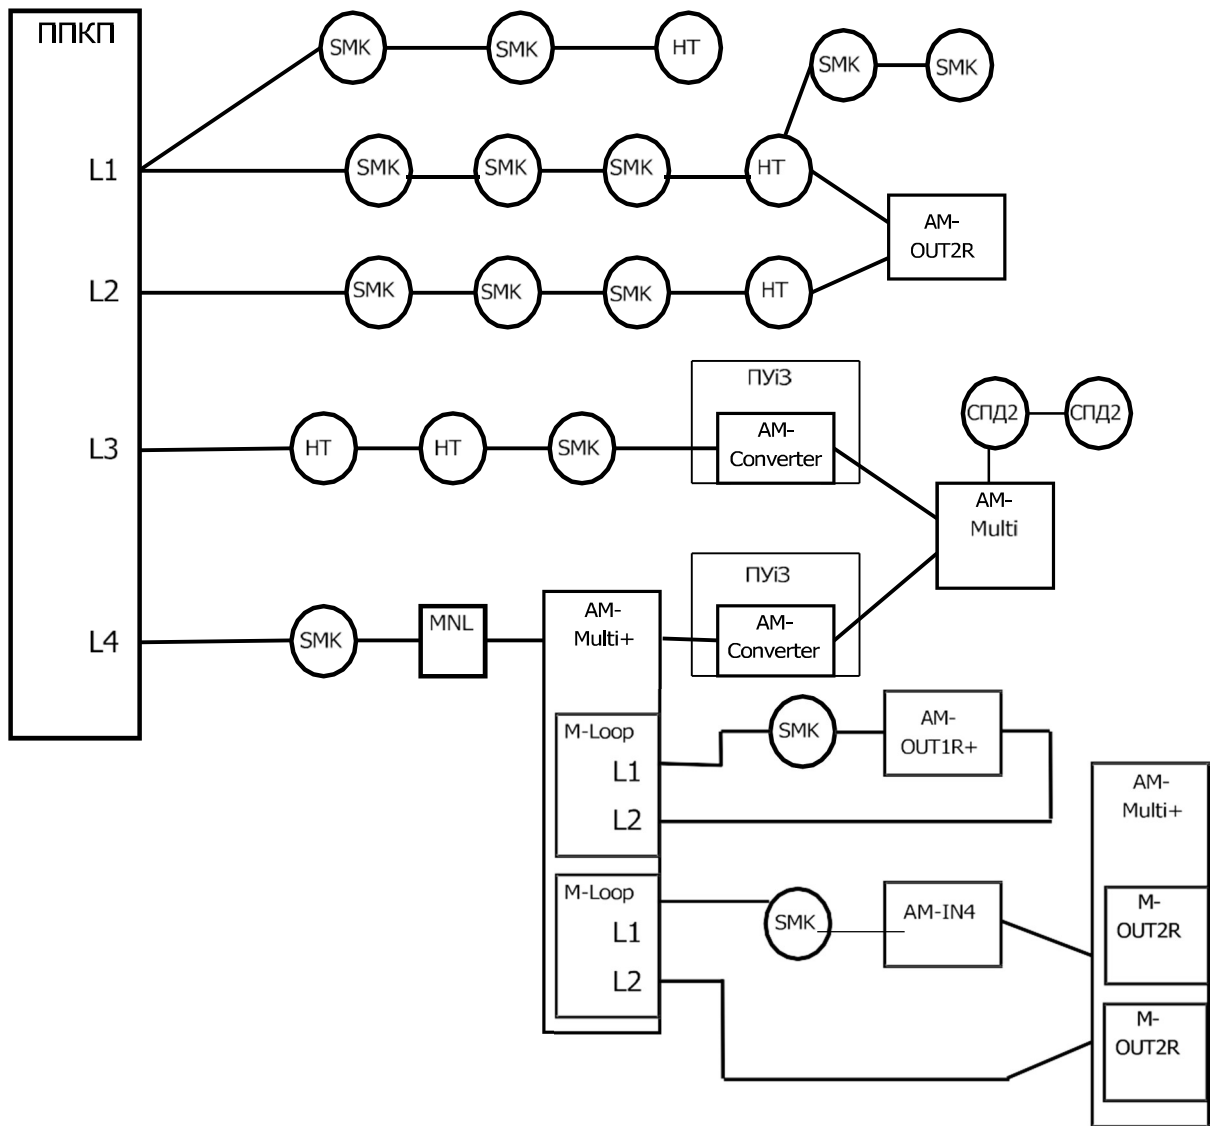

Рисунок 4.2.1 – Схема приєднання адресних компонентів до АІ
4.2.2 Адресні компоненти приєднують до АІ, які є одночасно лініями зв'язку та лініями живлення. Один ППКП керує кільцевими АІ, приєднаними до БМК і модулів AM-Multi+ (через модулі розширення M-LOOP). Загальна схема можливих з'єднань в АІ показана на рис. 4.2.1.